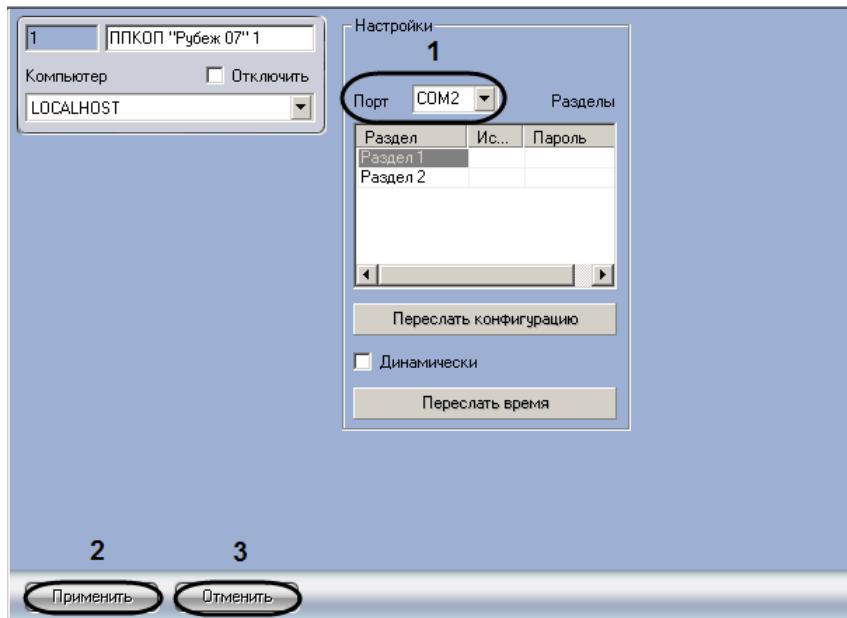

Рис. 3.2-2 Настройка подключения прибора Рубеж-07
1. Перейти на панель настроек объекта **ППКОП «Рубеж 07»** (Рис. 3.2-2).
2. Из раскрывающегося списка **Порт** выбрать СОМ-порт подключения прибора Рубеж-07 к Серверу (см. Рис. 3.2-2, 1).
3. Для сохранения изменений нажать кнопку **Применить** (см. Рис. 3.2-2, 2).
*Примечание. Для отмены изменений необходимо нажать кнопку **Отмена** (см. Рис. 3.2-2, 3).*